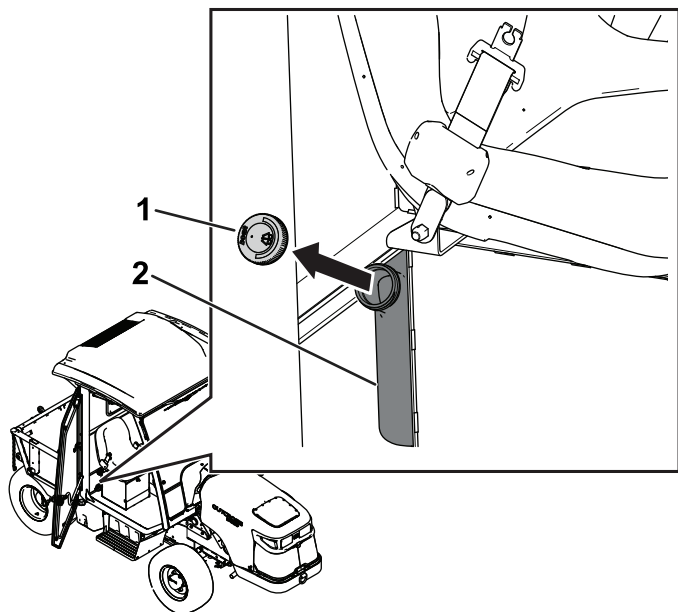

Figura 121
1. Retire el tapón del depósito (Figura 121).